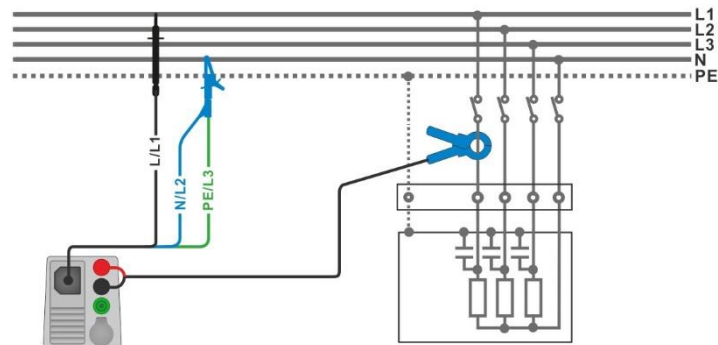

Abbildung 7.102: Oberwellenmessung
- Schließen Sie den 3-Leiter Prüfadapter und die Stromzange am Prüfling an (siehe **Abbildung 7.102**).